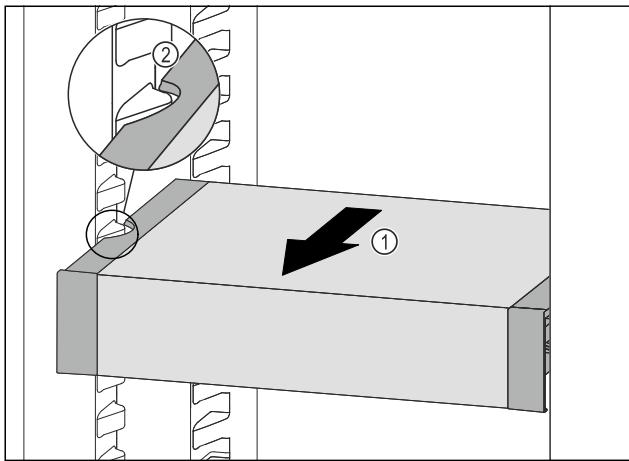

Fig. 80
- Predal VarioSafe povlecite naprej Fig. 80 (1), dokler nista stranska izreza predala VarioSafe na višini nastavka za posodo v hladilniku. Fig. 80 (2)